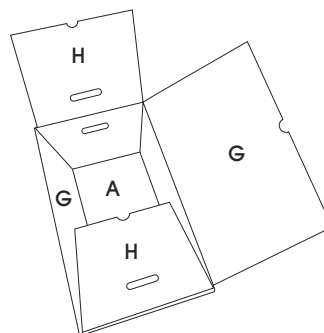

Figure 14
10. Pliez un par un vers le bas les quatre rabats (H, G) pour terminer la boîte. (Voir Figure 14)